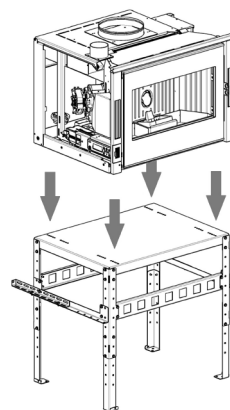

Fig. 35 - Fissare inserto sopra struttura
- Appoggiare l'inserto sopra la struttura, fissandolo con le viti nelle apposite sedi (vedi **Fig. 35**).